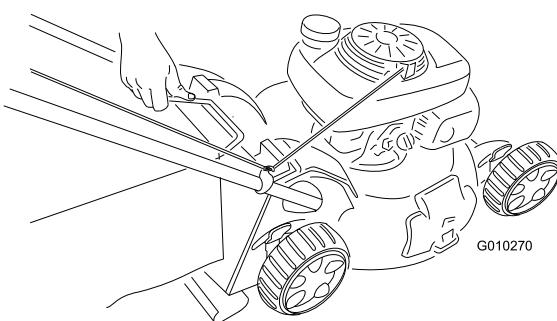

Figura 30
2. Retire el asa de la bolsa de recogida de las ranuras de la parte superior del cortacésped y retire la bolsa de recogida del cortacésped (Figura 30).